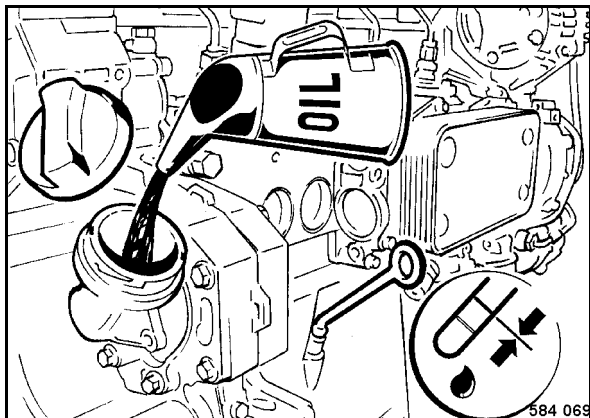

Fig. 105
- Rellenar nuevo aceite de motor (Fig. 105).